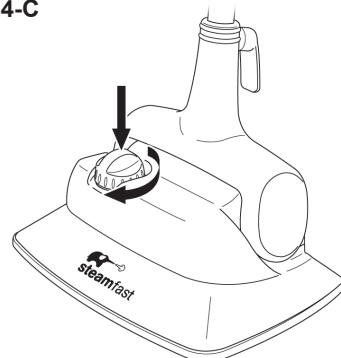

FIGURA 4
2. Retire cuidadosamente la Tapa del Tanque desenroscándola en dirección contraria a las manecillas del reloj (FIGURA 4-A).
3. Llene la Taza de Medidas que se incluye con 8.5 oz. (250 ml.) de agua, y viértala en el Tanque a través de la Abertura para Llenado (FIGURA 4-B).
5. Ponga la Tapa del Tanque atornillándola sobre la abertura en dirección de las manecillas del reloj, hasta que esté apretada (FIGURA 4-C). La unidad ya está lista para empezar a producir vapor – ver página 9 para instrucciones sobre cómo trapear con vapor.